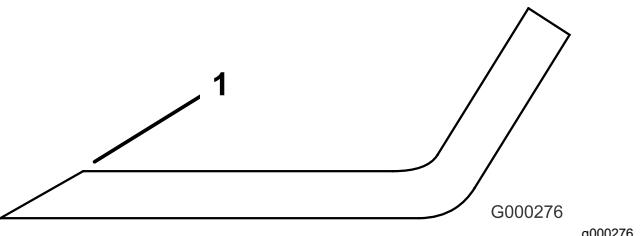

Figura 27
1. Afíle el filo de corte en ambos extremos de la cuchilla (Figura 27).